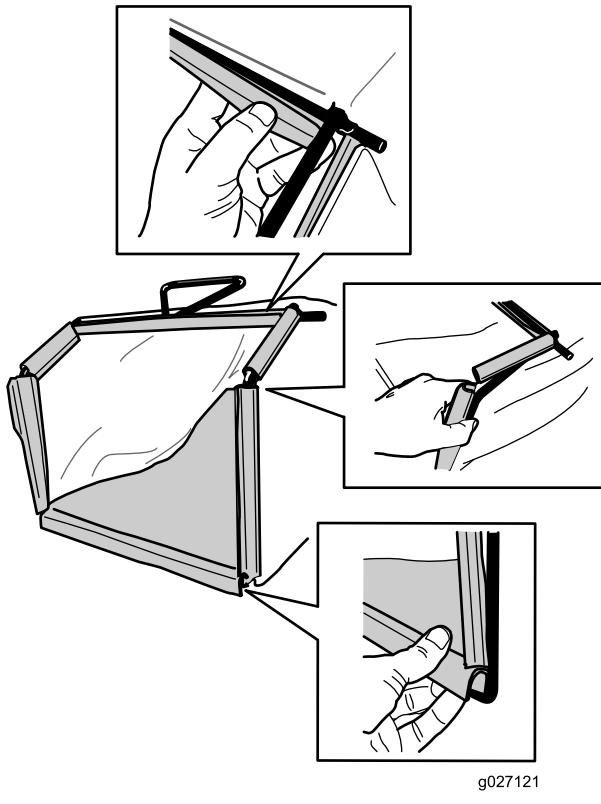

Figure 10
2. Accrochez la glissière inférieure du bac au bas de l'armature (Figure 10).
3. Accrochez les glissières supérieure et latérales du bac au sommet et sur les côté de l'armature respectivement (Figure 10).